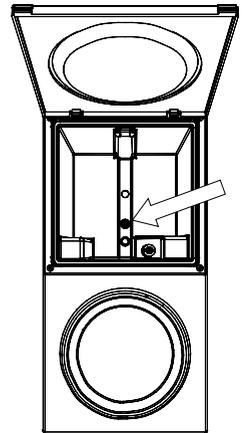

Fig. 5
**Tip;** Brandt het controlelampje niet dan bevindt er zich nog lucht in het systeem, controleer de toevoergaten onderin het reservoir (fig. 5) op eventuele luchtbellen, indien aanwezig verwijderen, met b.v. een potlood.